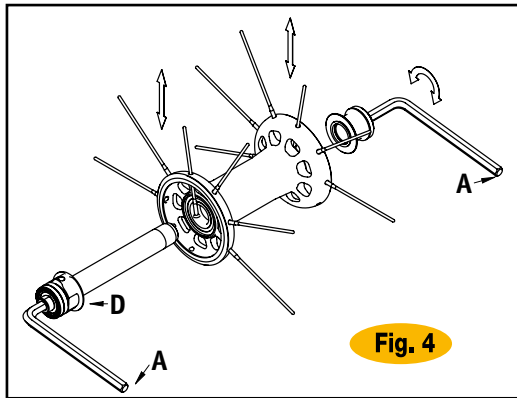

Fig. 4
• Introduzcan dos llaves Allen (A) en las tuercas de tope en los extremos de los bujes. Gírenlas en sentido antihorario.
• Extraigan el radio a sustituir e introduzcan el radio nuevo, (Fig.4). Si es necesario, introduzcan el perno en el cuerpo del buje y bloqueen firmemente la tuerca de tope móvil con un par de 15 Nm.
• Es posible eventualmente efectuar una regulación del buje mediante la virola (D), como se indica en este manual en la Sección II: Bujes – Buje anterior.